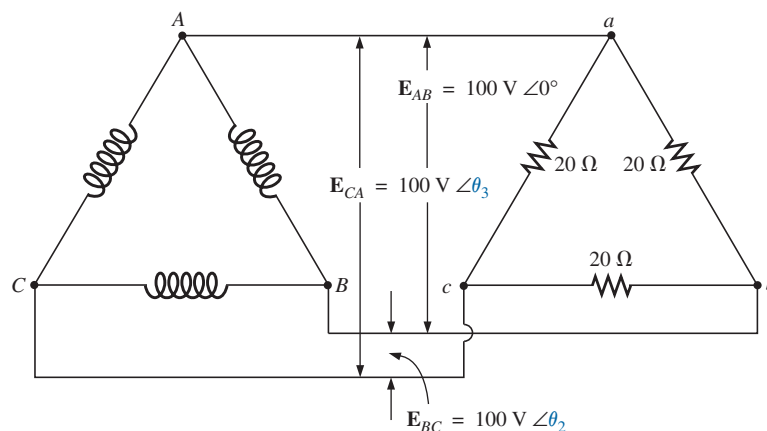

Figura 23.46 Problema 27.
27. A sequência de fase do sistema Δ - Δ visto na Figura 23.46 é ABC.